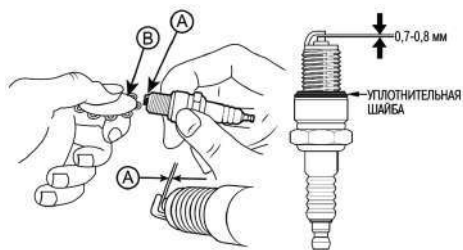

Рис. 23 Проверка зазора между электродами
4. Измерьте зазор А между электродами свечи зажигания специальным щупом В. Зазор А должен быть $0,7-0,8$ мм (Рис. 23). При увеличении или уменьшении требуемого зазора, рекомендуется заменить свечу, так как регулировка зазора может привести к изменению качества искрообразования.